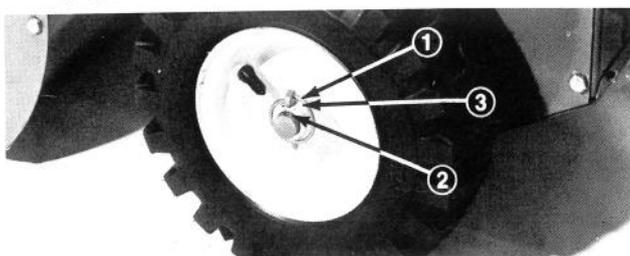

Figure 16
**Chevilles d'essieu (Fig. 16)** — Déplacez la cheville d'essieu au trou d'essieu extérieur pour faire circuler la déneigeuse à roues libres. Placez la cheville dans le trou traversant le moyeu de la roue et le trou intérieur de l'essieu pour assurer la prise directe aux deux roues.
La déneigeuse peut être utilisée à roues libres ou fonctionner comme machine automotrice. Quand les chevilles d'essieu sont placées dans le trou extérieur de l'essieu (Fig. 16), la déneigeuse se déplace à roues libres. Par contre, si on place les chevilles dans le trou intérieur de l'essieu et les trous de moyeu de la roue (Fig. 16), la déneigeuse devient automotrice.